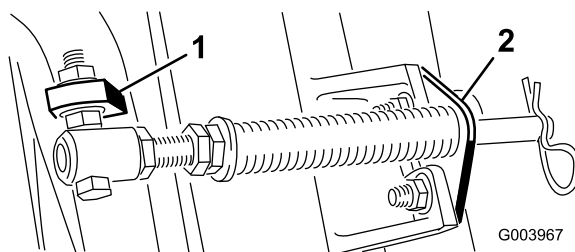

Рисунок 5
- C. Установите болт трубки пружины на противоположный выступ несущей рамы и закрепите фланцевой гайкой. Головку болта следует расположить по направлению к наружной стороне выступа, как показано на Рисунок 5.
- D. Присоедините кронштейн штока к выступам режущих блоков с помощью каретных болтов и гаек (Рисунок 5).